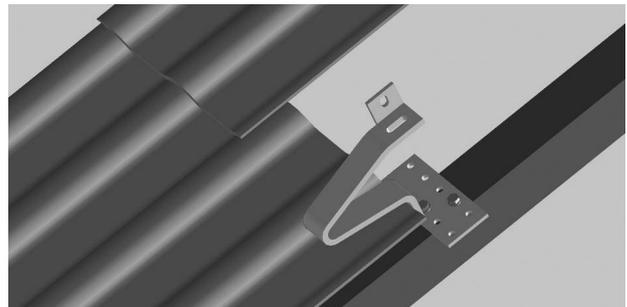

Fig. 6: Montage des crochets de couvreur (crochet de couvreur réf. 1361262 illustré)
1. Monter les crochets de couvreur comme indiqué sur la fig. 6 et les fixer sur les chevrons à l'aide de vis à bois. Il faut prévoir un chaînage suffisant des crochets de couvreur sur la charpente. Dans des régions où des charges élevées dues à la neige et à l'action du vent sont possibles, l'installation doit être validée par un spécialiste des structures.